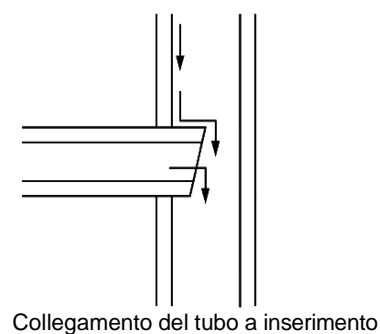

Fig. 4.3.8
③ : Inserimento del tubo di collegamento (Fig. 4.3.8)